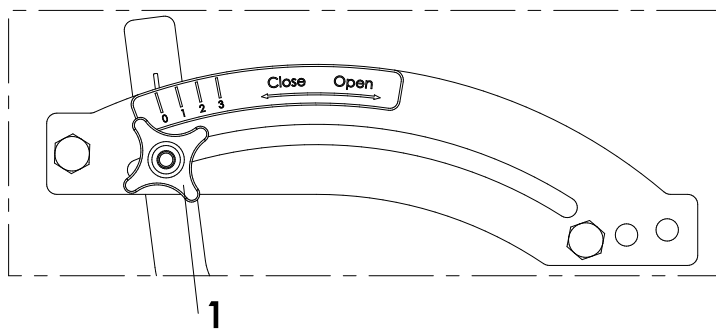

Figura 7
3. La valvola dell'elemento può essere regolata in base alle dimensioni del seme utilizzato per la semina. Per i semi di erba fine, la valvola dell'elemento deve essere completamente chiusa. La rotella dentata quindi ingloba il seme. Quando i semi sono più grandi, lo spazio tra la ruota dentata e la valvola non è abbastanza largo da lasciare passare i semi. Quindi, la valvola deve essere aperta ulteriormente per i semi con dimensioni maggiori. La regolazione della dimensione dell'apertura può essere eseguita con la maniglia di regolazione della valvola. La maniglia può essere regolata allentando la manopola a stella (1) scegliendo la posizione desiderata e stringendo nuovamente la manopola a stella. (Figura 7)